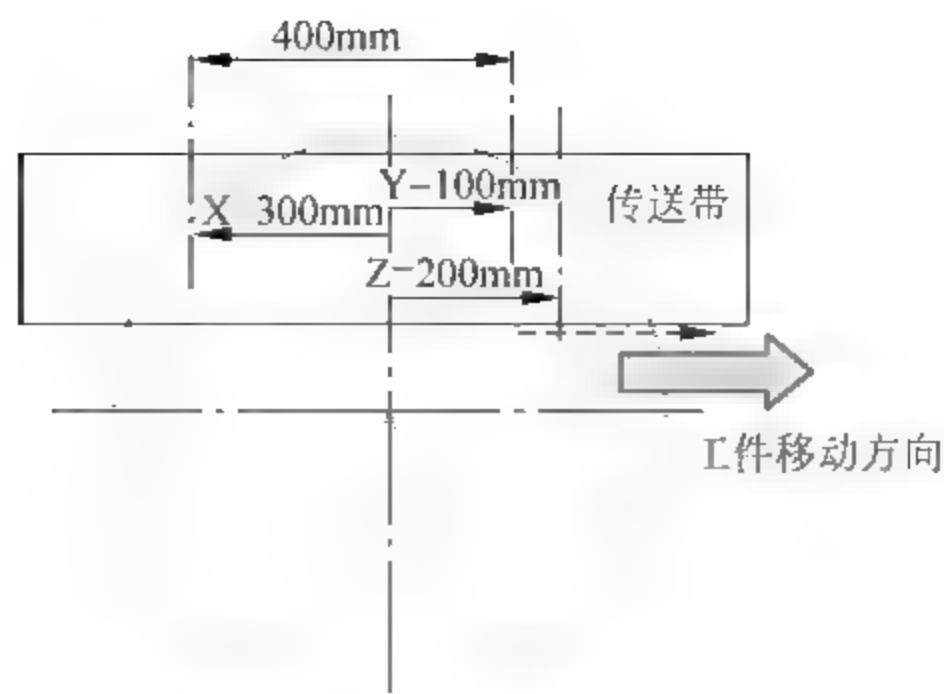

图 29-28 机器人追踪区域及机带关系
- (2) 传送带在机器人前方,工件移动方向为从左向右,则设置PTN的X坐标=2。追踪区范围PRNG:(X,Y,Z)=(+300,+100,+200),如图29-28所示。